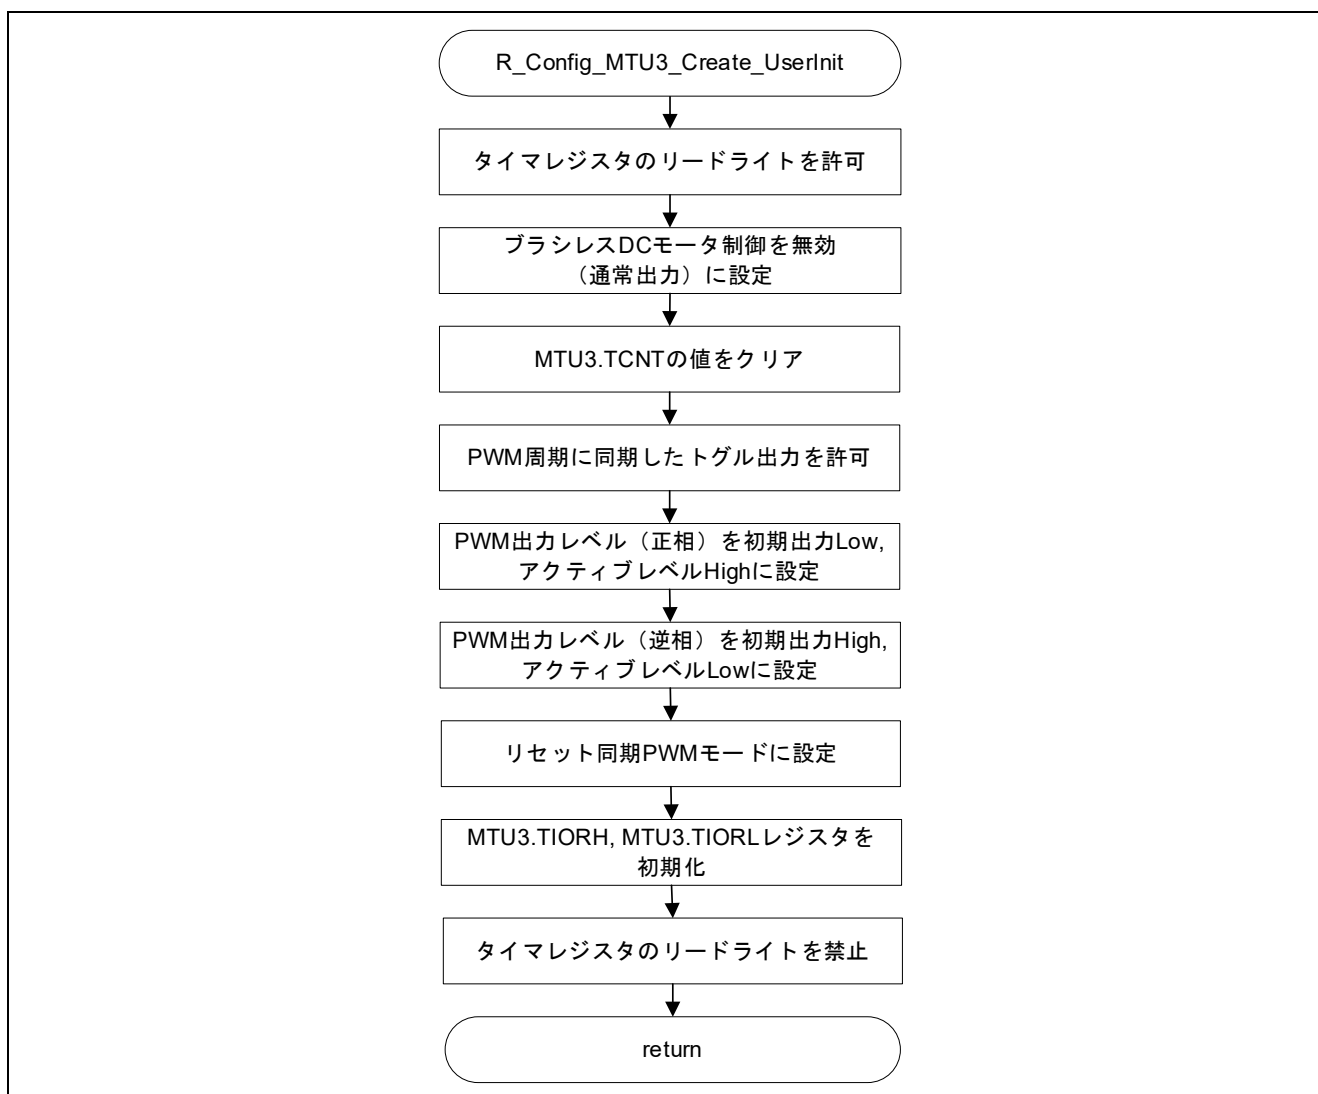

図 3-50 MTU3 ユーザ初期化関数
注. ノーマルモードタイマのコンポーネントを使用し、コード生成後、MTU3 ユーザ初期化関数 R\_Config\_MTU3\_Create\_UserInit にてリセット同期 PWM モードを設定します。レジスタ設定の詳細は図 3-50 を参照してください。
- 注 1. ノーマルモードタイマのコンポーネントを使用し、生成したコードは TIOR レジスタ設定が出力されません。リセット同期 PWM モードの PWM 出力レベルは TIOR レジスタではなく、TOCR1A レジスタで設定します。そのため、ユーザ初期化関数 `R_Config_MTU3_Create_UserInit`, `R_Config_MTU4_Create_UserInit` にて不要な TIOR レジスタの初期化と TOCR1A レジスタの設定を行います。`R_Config_MTU3_Create_UserInit` 関数の処理については図 3-50 を、`R_Config_MTU4_Create_UserInit` 関数の処理については図 3-51 を参照してください。
本サンプルコードのように、ノーマルモードタイマのコンポーネントを使用し生成したコードについて、MTU3 ユーザ初期化関数 R\_Config\_MTU3\_Create\_UserInit にてタイマモード設定をリセット同期 PWM モードに変更する必要があります。R\_Config\_MTU3\_Create\_UserInit 関数の処理については、図 3-50 を参照してください。